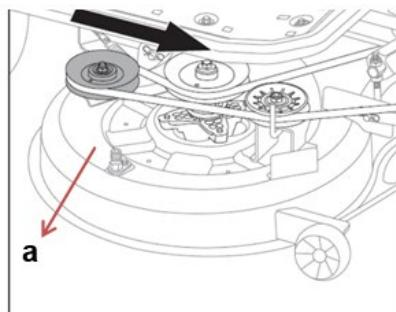

Fig.25A
5. Tire de la polea tensora (a) hacia adelante (referenciada desde la posición del operario, consulte la Fig. B) para quitar la correa del tractor cortacésped (Fig.25A).